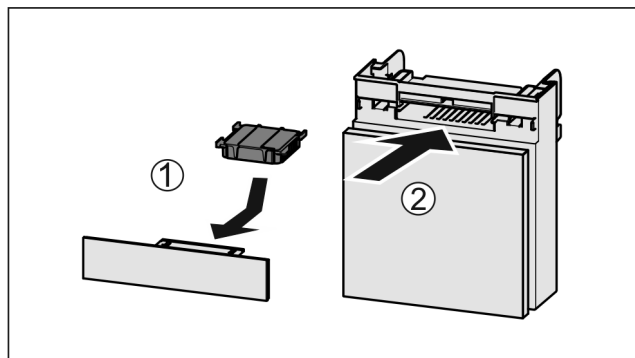

Fig. 133
- Introduceți Fig. 133 (1) filtrul de cărbune activ după cum se vede în figură.
- Împingeți Fig. 133 (2) compartimentul în interior.